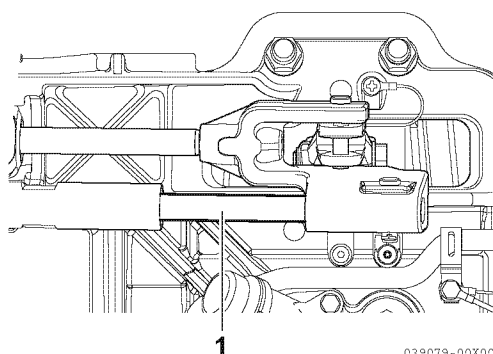

Figure 6
2. Tournez le volant jusqu'à ce que le câble de direction soit complètement déployé (1, **Figure 6**). Lubrifiez légèrement la partie du câble qui est exposée.